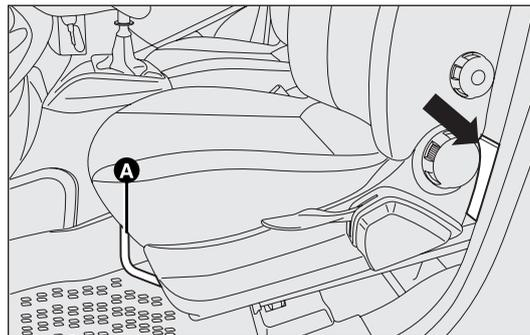

fig. 129
- per versioni Cargo fig. 129: spostare in avanti il sedile anteriore sinistro agendo sulla leva A per prelevare la borsa attrezzi e portarla accanto alla ruota da sostituire;